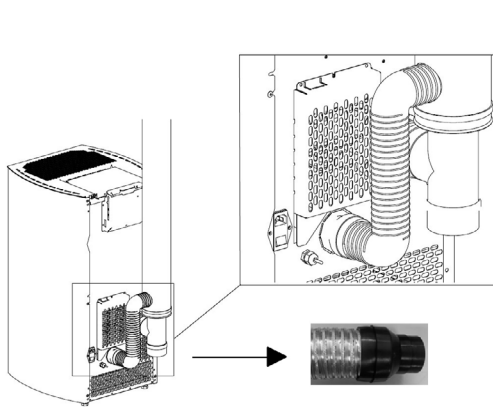
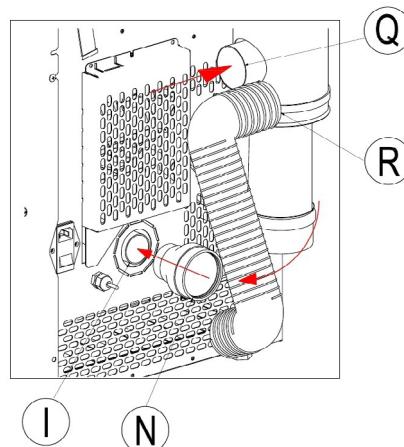
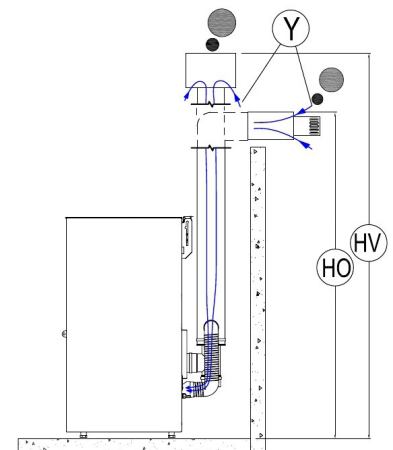

Fig. 9 - Flexibele buis
Fig. 10 - Verbindingen
Fig. 11 - Verbindingen schoorsteenpijp
- Verbind de koppeling N met de luchttoevoerbuis I (zie **Fig. 9 op pag. 12** en **Fig. 10 op pag. 12**). Sluit N met Q aan met behulp van een flexibele buis die weerstand biedt aan 100 °C (een flexibele aluminium buis is aanbevolen).
- De max. toegelaten hoogte voor de installatie van de schoorsteenpijp met verticale afvoer (dak) HV = 6 m (zie **Fig. 11 op pag. 12**).
- De max. toegelaten hoogte voor de installatie van de schoorsteenpijp met horizontale afvoer HO = 2,6 m (zie **Fig. 11 op pag. 12**).
LEGENDA Fig. 10 op pag. 12 - Fig. 11 op pag. 12